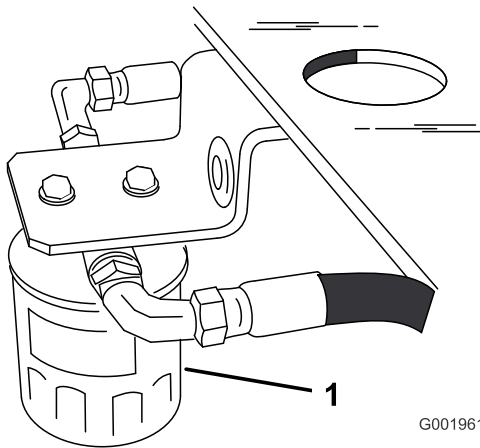

Bild 48
4. Stellen Sie unter den Filter unter dem Kraftstofftank eine Ablaufwanne (Bild 48).